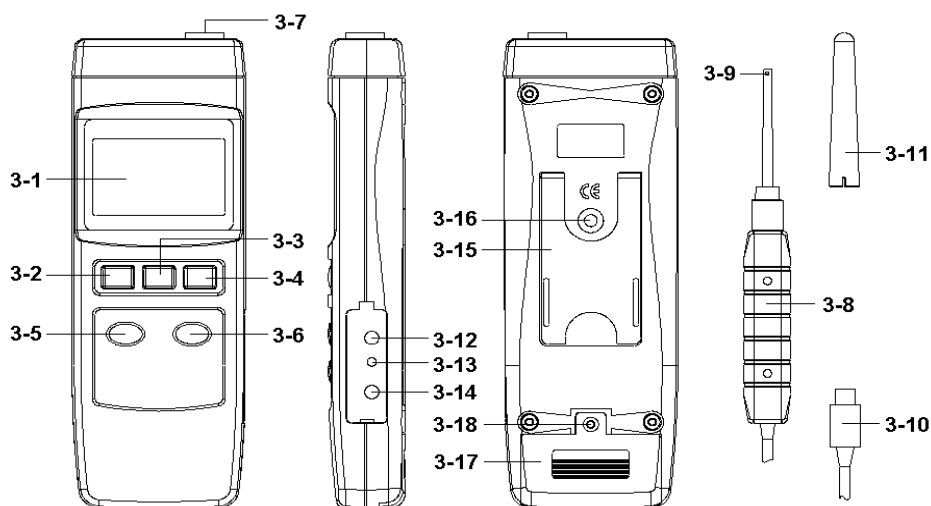

FIG. 1
- 1) Encienda el medidor presionando una vez el botón "Encendido" (3.2, Fig. 1), la pantalla mostrará la siguiente pantalla en secuencia:
- 2) Presione una vez el botón "Modo" (3.6, Fig. 1), la pantalla mostrará la siguiente pantalla en secuencia:
* Antes de la medición, fije la sonda en la posición exacta, pulse el botón "ZERO" (3-5, Fig. 1.) de forma continua por lo menos dos segundos hasta que la pantalla muestre el valor "0", en el mismo tiempo, la pantalla mostrará el indicador "0" luego suelte el dedo del botón.
* Presione otra vez el botón "ZERO" (3-5, Fig. 1.) de forma continua al menos dos segundos, el indicador "0" desaparecerá y la pantalla volverá al valor "no cero" (mostrará el valor medio del campo magnético).
Durante la medición, presione una vez el botón "Hold" (3-3, Fig. 1.) y mantendrá el valor medido y la pantalla mostrará un símbolo "HOLD".
* La función registro de datos registra las lecturas máximas y mínimas. Pulse una vez el botón "REC" (3-4, Fig. 1) para iniciar la función de registro de datos y aparecerá el símbolo "REC" en la pantalla.
a) Pulse una vez el botón "REC" (3-4, Fig. 1.), el símbolo "REC MAX." junto con el valor máximo aparecerá en la pantalla.
Si desea eliminar el valor máximo, sólo tiene que pulsar una vez el botón "Hold" (3-3, Fig. 1.), entonces la pantalla mostrará solamente el símbolo "REC". y ejecutará la función de memoria de forma continua.
b) Presione otra vez el botón "REC" (3-4, Fig. 1.) , el símbolo "REC. MIN" junto con el valor mínimo aparecerá en la pantalla.
Si desea eliminar el valor mínimo, basta con pulsar una vez el botón "Hold" (3-3, Fig. 1.) , entonces la pantalla mostrará solamente el símbolo "REC". y ejecutará la función de memoria de forma continua.
Pulse el botón "SET" (3-6, Fig. 1.) de forma continua al menos dos segundos entrará en el modo "Configuración avanzada", y luego pulse otra vez el botón "SET" (3-6, Fig. 1.) espere un momento y entonces seleccione la función dos, la pantalla inferior mostrará:
- 1) Utilice el " botón AC/DC " (3-5, Fig. 1) o el " botón RANGO "(3-6, Fig. 1) para seleccionar el valor máximo desde " SI " o " NO ".
- 2) Después de seleccionar la función deseada (SI o NO), presione el "botón REC" (3.4, Fig. 1) para guardar la función de manera predeterminada.
- 1) Utilice el botón "AC/DC" (3.5, Fig. 1) o el botón "RANGO" (3-6, Fig. 1) para seleccionar en el indicador de pantalla "mT" o "G".
- 2) Después de que la unidad en la pantalla sea seleccionada (mT o G), presione el botón "REC" (3-4, Fig. 1) para guardar la función de configuración de manera predeterminada.
El instrumento tiene un interfaz de serie RS232 de PC a través de un terminal de 3,5 mm (3-11, Fig. 1.). La salida de datos es un flujo de 16 dígitos que pueden ser utilizados para la aplicación específica del usuario. Un cable RS232 con la siguiente conexión será necesario para conectar el instrumento con el puerto serie del PC.